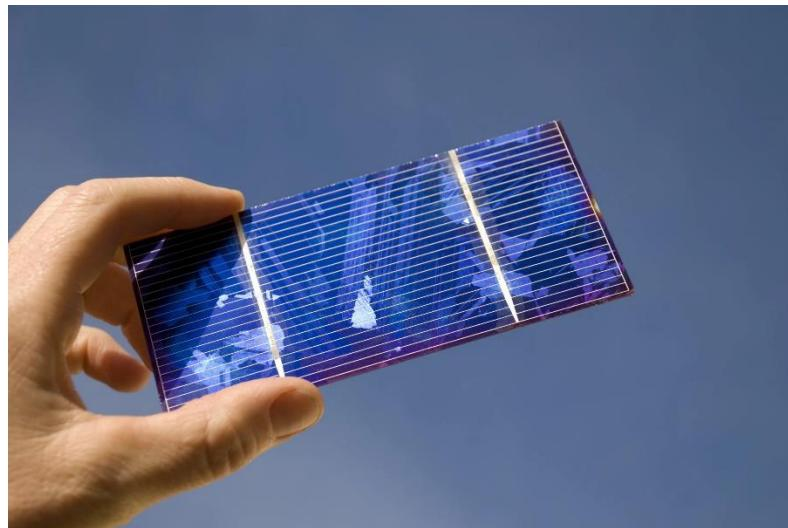

Рисунок 5 – Солнечные преобразователи
**Солнечные преобразователи** – полупроводниковые фотодиоды, оптимизированные для прямого преобразования солнечного излучения в световую энергию (рис.5)